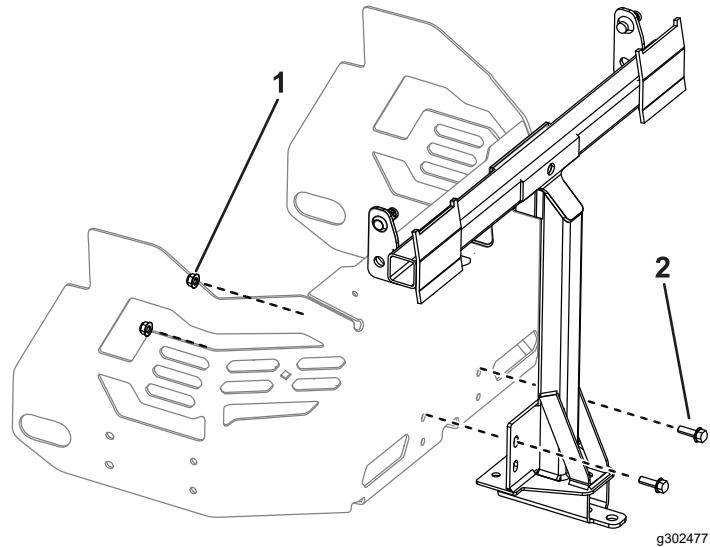

Figure 15
4. Fixez légèrement le cadre pivotant à la machine au moyen de 2 boulons ($5/16'' \times 1''$) et 2 contre-écrous ($5/16''$), comme montré à la Figure 15.
6. Serrez les 2 boulons ($5/16'' \times 1''$) et les 2 contre-écrous ($5/16''$), comme montré à la Figure 15.